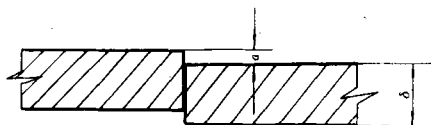
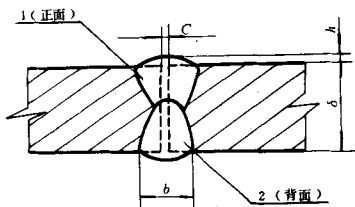

图 1
图 2
② 5~14mm板的定位焊处，需提前铲出局部坡口，以保证焊接质量。
15. 装配错边误差参照图 1 和表 2；装配间隙参照图 2、3 和表 3。